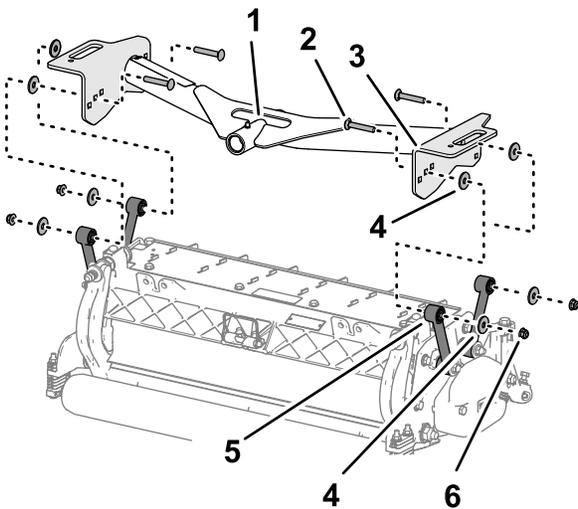

图 17
1. 将前承载架板中的孔与滚刀组安装板中的孔对齐 图 17。
2. 对齐承载板和连杆之间的垫圈 图 17 并使用托架螺栓 $\frac{3}{8}$ x 2- $\frac{1}{4}$ 英寸、垫圈和凸缘锁紧螺母 $\frac{3}{8}$ 英寸松动地组装板和隔片。